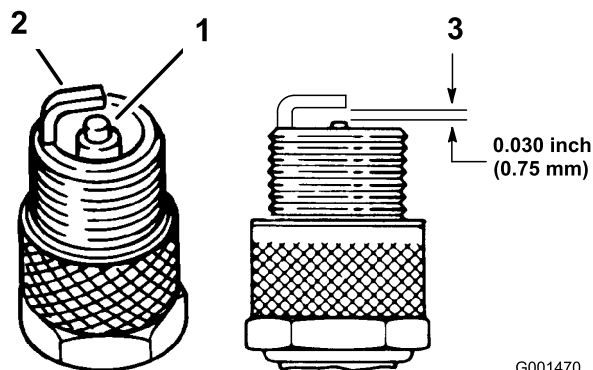

Рисунок 25
1. Осмотрите середину каждой свечи зажигания (Рисунок 25). Если на изоляторе замечен светло-коричневый или серый налет, то двигатель работает должным образом. Черный налет на изоляторе обычно означает, что загрязнен воздухоочиститель.
2. Проверьте зазор между центральным и боковым электродами (Рисунок 25). Если зазор неправильный, отогните боковой электрод.